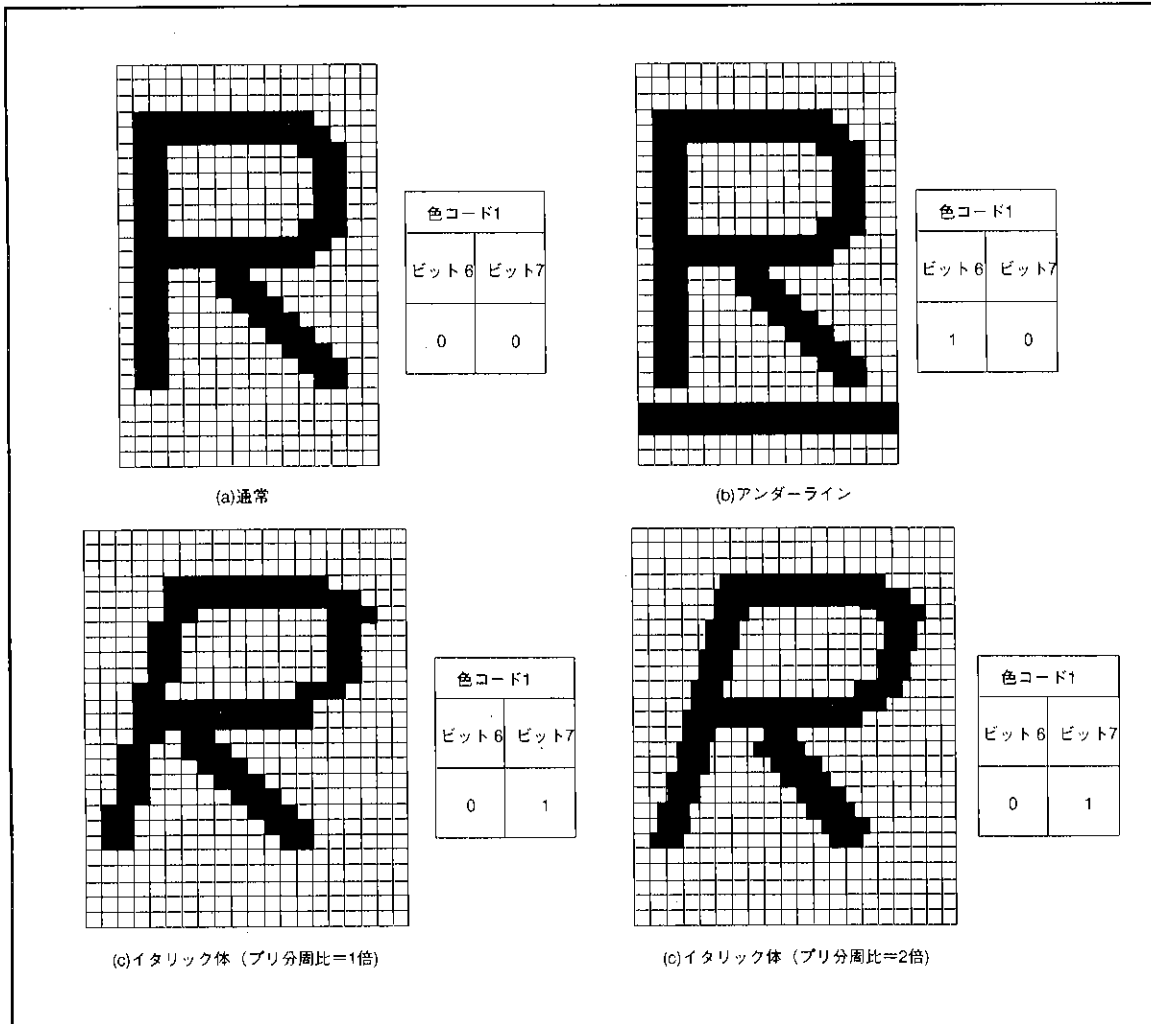

図68. アトリビュート表示例 (CCモード時)
- プリ分周比が1倍のブロックは1ドット×5段階の傾斜をもつイタリック体となります(図68の(c)参照)。プリ分周比が2倍のブロックは1/2ドット×10段階の傾斜をもつイタリック体となります(図68の(d)参照)。